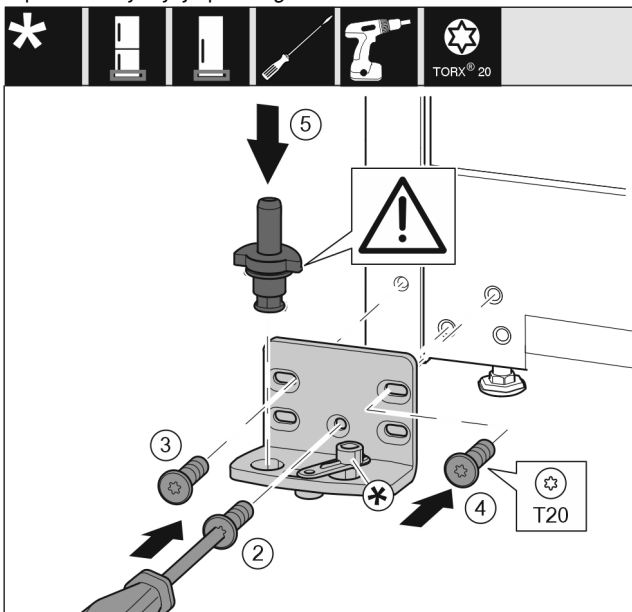

Fig. 13
- ▶ Nasadte stojan ložiska na druhé straně a přišroubujte pomocí šroubováku T20. Začněte šroubem 2 dole uprostřed. Fig. 13 (2)
- ▶ Pevně utáhněte šroub 3 a 4. Fig. 13 (3,4)
- ▶ Zcela vložte ložiskový čep. Přitom dávejte pozor, aby zajišťovací vačka směřovala dozadu. Fig. 13 (5)